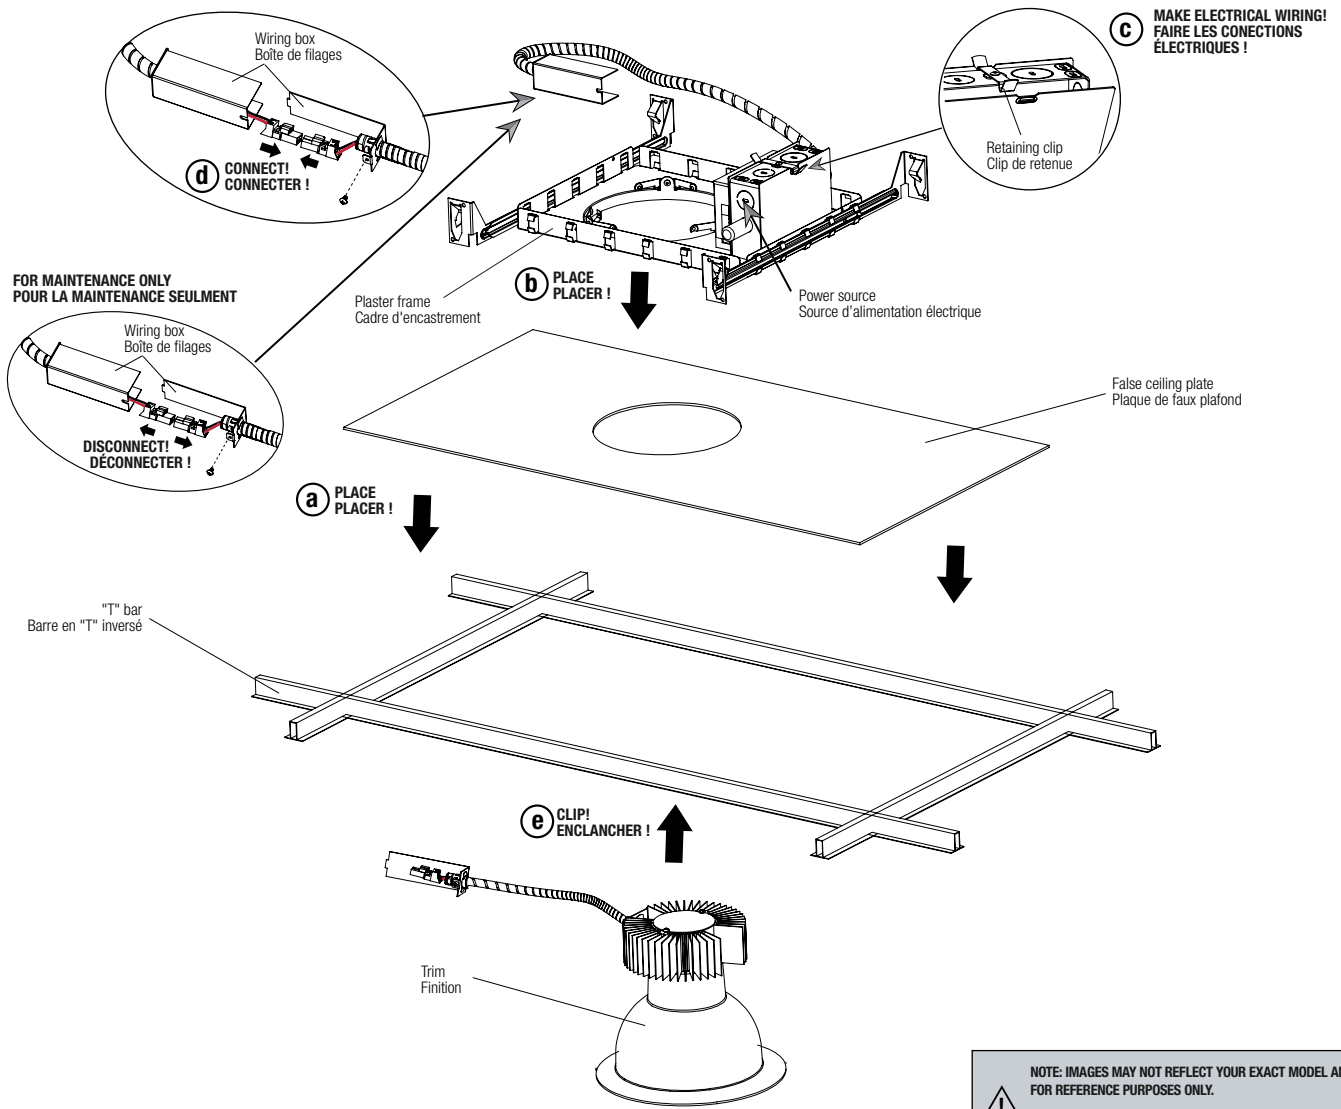

Figure 10
1. Remove the product from the packaging box and separate the luminaire parts following Fig. 10.
2. Locate fixture proposed position center in the false ceiling plate and cut the appropriate hole (Fig. 10).
3. Place the false ceiling plate on the T-bar (Fig. 10).
4. Place luminaire plaster frame into position and snap bar hanger foot with integral T-bar clips onto T-bars (Fig. 10 and 11).
NOTE: Use the retaining clip to open the junction box as shown in Fig. 10 detail.
7. Bring the luminaire near the ceiling hole and connect cables supply by using the quick connector and install the wiring box as shown in Fig. 10 detail.
8. Insert the connected luminaire through the hole and clip it into the plaster frame (Fig. 10 and 11).
1. Retirez le produit de son emballage et séparez les pièces du luminaire en suivant les indications de la figure 10.
2. Repérer le centre de l'ouverture du luminaire dans la plaque de faux plafond et couper une ouverture appropriée (Fig. 10).
3. Insérer la plaque de faux plafond dans l'ouverture de la barre en T inversé. (Fig. 10).
4. Positionner le cadre d'encastrement du luminaire sur la barre en T inversé. Accrocher les pieds des barres de suspension à l'intégralité des attaches de la barre en T inversé (Fig. 10 et 11).
NOTE: Utiliser le clip de retenue pour ouvrir la boîte de jonction comme montré dans la Fig. 10 détail.
7. Apporter le luminaire près du trou de plafond et connecter les câbles d'alimentation en utilisant le connecteur rapide et installer la boîte de filages comme montré dans la Fig. 10 détail.
8. Insérer le luminaire connecté par le trou et enclencher-le dans le cadre d'encastrement (Fig. 10 et 11).